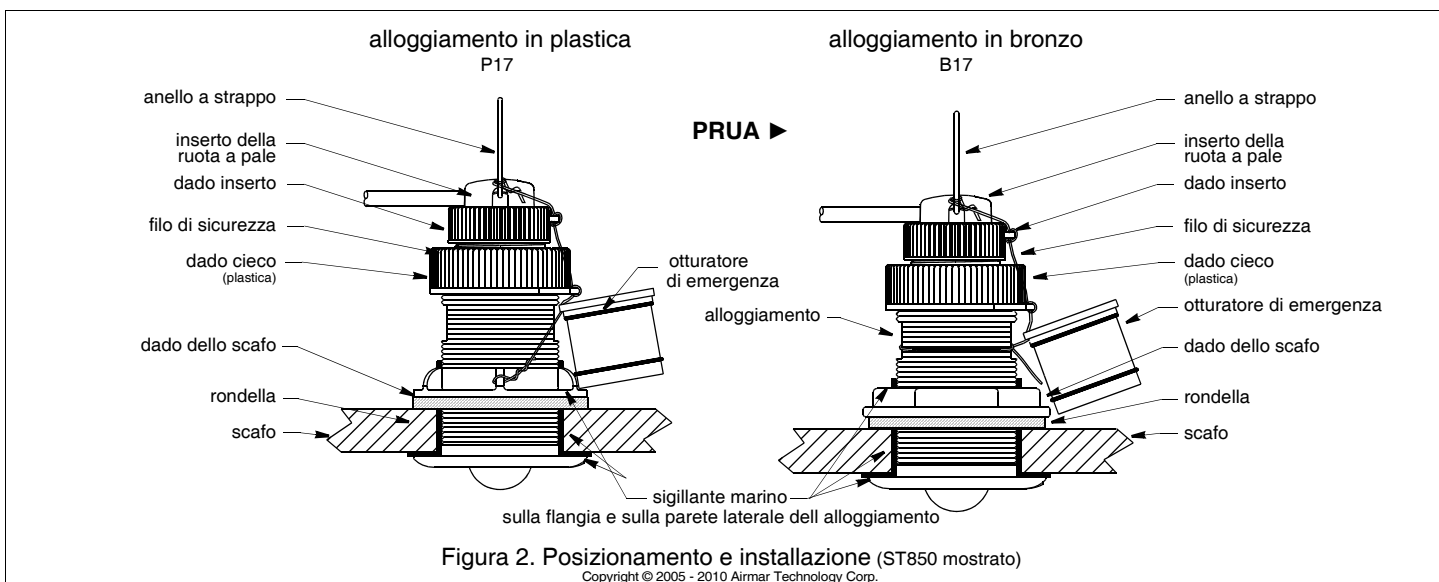

Figura 2. Posizionamento e installazione (ST850 mostrato)
Applicate uno strato di sigillante marino dello spessore di 2mm (1/16") intorno alla flangia dell'alloggiamento a contatto con lo scafo e sulla parete laterale dell'alloggiamento (vedi Figura 2). Il sigillante deve coprire una superficie più spessa di 6mm (1/4") rispetto allo spessore di scafo, rondella, e dado dello scafo. In questo modo il sigillante marino nelle filettature sigillerà lo scafo e manterrà il dado dello scafo fisso nella sua posizione.
1. Dall'esterno dello scafo, spingete l'alloggiamento nel foro di montaggio effettuando un movimento rotatorio fino a quando fuoriesce il sigillante marino in eccesso (vedi Figura 2).
10. Collegate il filo di sicurezza per evitare che l'inserto si ritragga nell'eventualità improbabile in cui il dado cieco si rompano o non vengano avvitati correttamente (vedi Figura 2).
3. Togliete l'inserto dall'alloggiamento rimuovendo il cavo di sicurezza dall'anello a strappo e dal dado dell'INSERTO. Svitare il dado dell'INSERTO (vedi Figura 2). Non rimuovete il dado CIECO.
6. Ricollegate il cavo di sicurezza per evitare che l'otturatore lungo si ritragga nell'eventualità improbabile in cui il dado dell'inserto e/o il dado cieco si rompano o non vengano avvitati correttamente (vedi Figura 2).
1. Staccate l'otturatore corto di emergenza dal cavo di sicurezza (vedi Figura 2).
5. Fissate l'otturatore corto di emergenza con il dado cieco. **Stringete esclusivamente a mano**. Non stringete eccessivamente. Ricollegate il cavo di sicurezza (v. Figura 2).
10. Collegate il cavo di sicurezza all'otturatore corto di emergenza, al dado cieco, al dado dell'inserto e all'anello a strappo per evitare che l'inserto si ritragga nell'eventualità improbabile in cui l'inserto e/o il dado cieco si rompano o non vengano avvitati correttamente (vedi Figura 2).